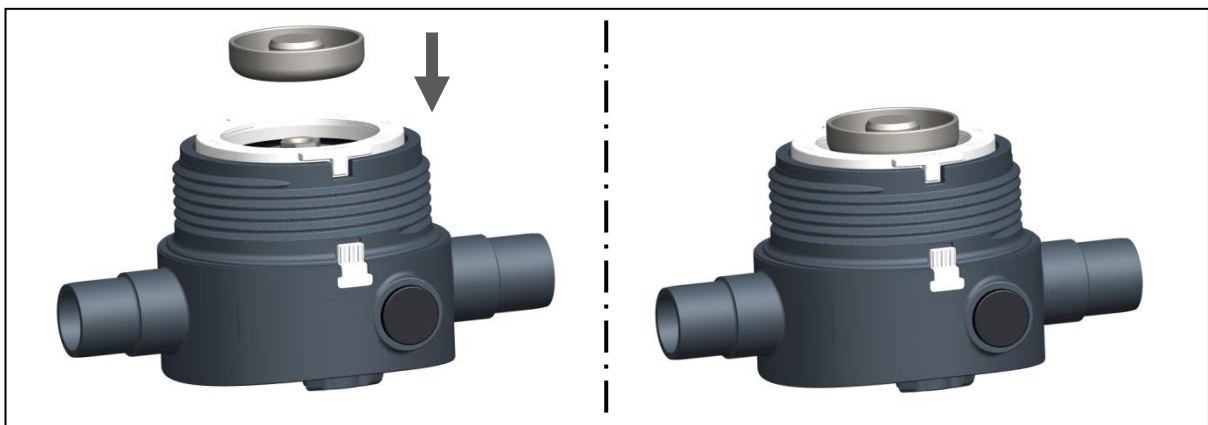

Fig. 14
- ▶ Colocar la pieza de compresión sobre el cartucho, ver la fig. 14